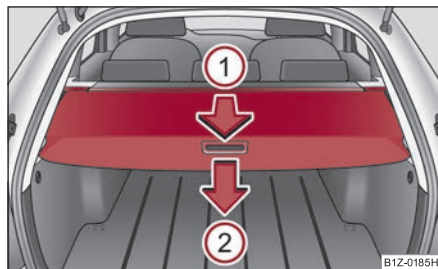

Fig. 97 Maletero: Cubierta del maletero
- Tire de la cubierta del maletero en el sentido de la flecha ① hasta el tope en posición asegurada ⇒ fig. 97.
Si Vd. desea utilizar todo el espacio del maletero, podrá desmontar la cubierta del mismo ⇒ página 90, fig. 97.